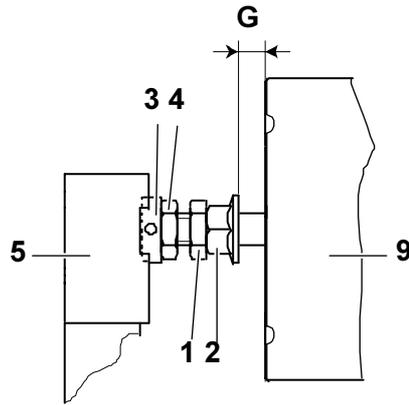

图 7a 制动器电磁线圈的间隙检查
- 按照图7a/b and 表11检查可动铁芯止动螺母（2）与电磁线圈（9）之间的间隙G，若有必要，重新调整G。